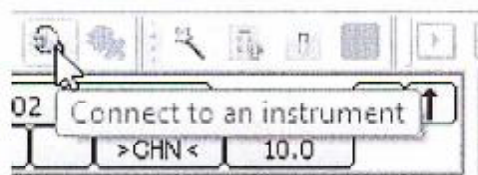

Рисунок 1
8.3.1 Установить связь дефектоскопа с ноутбуком. Для этого нажать на кнопку «Connect to an instrument» (соединить с прибором) - рисунок 1. Если кнопка не активна, то выбрать пункты «New» > «Setup Ectane» (новый > установка прибора Ectane) в меню «File».